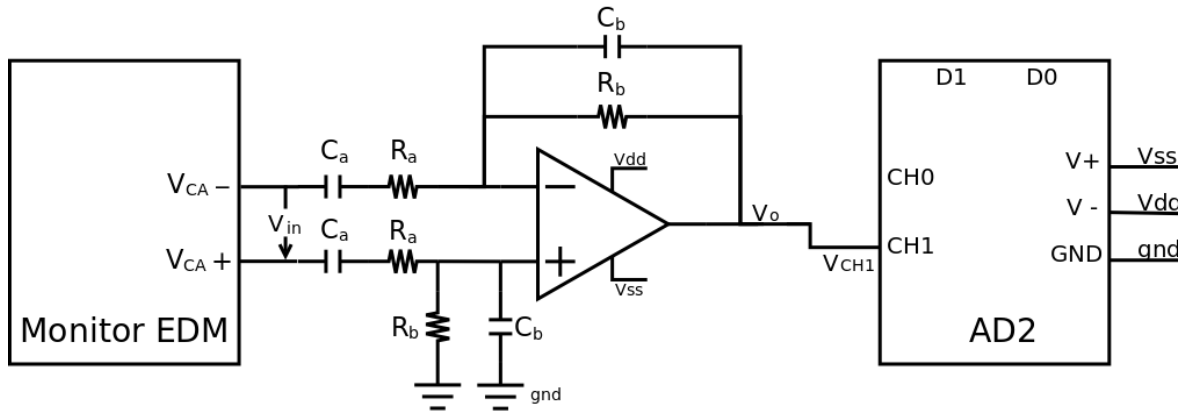

Figura 6. Circuito de acondicionamiento V/V usando un amplificador diferencial.
El acondicionador V/V se implementará como un amplificador diferencial, cuya estructura será la de la figura 6.
1. Hallar la transferencia del circuito de acondicionamiento de Voltaje en la Figura 6, en función de sus parámetros. Mostrar que tiene una respuesta pasa-banda.
- Dar una expresión teórica de la transferencia en función de los parámetros del sistema de la figura 6.